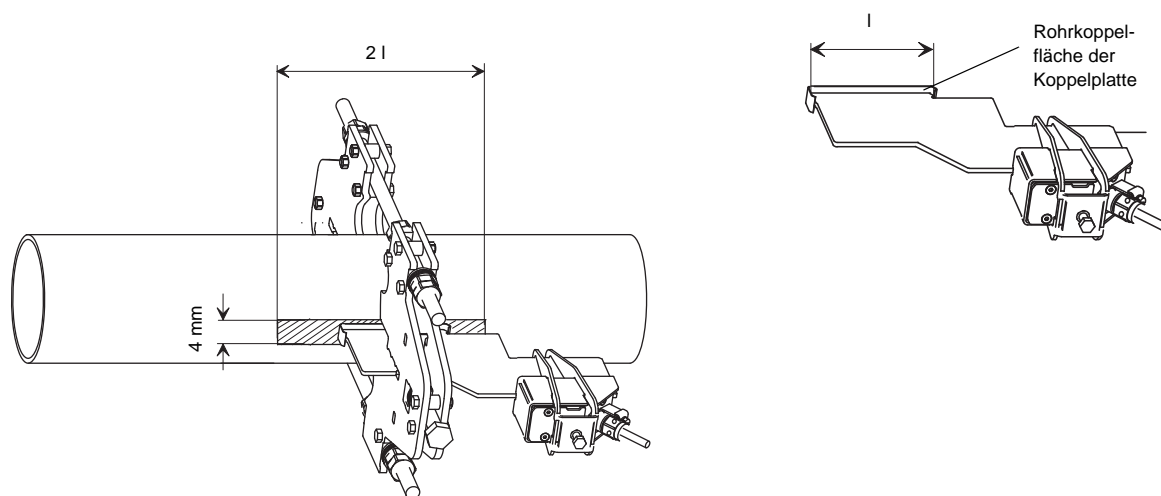

Abb. 3.7: Geglättete Fläche
- Die Fläche, die geglättet werden soll, sollte folgende Abmessungen haben: Breite = 4 mm , Länge = $2l$, wobei l die Länge der Rohrkoppelfläche der Koppelplatte ist (siehe Abb. 3.7).